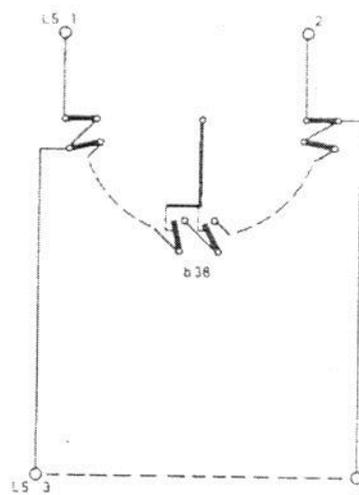

Bild 15
b) Öffnerkontaktbahn (Kontakt öffnet in der Betriebsstellung), Bild 15